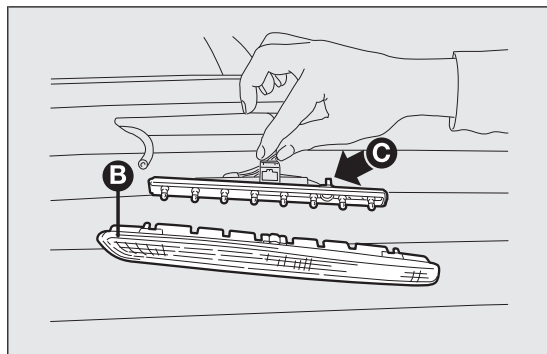

fig. 153
- ☐ extraire le groupe transparent B fig. 153 et débrancher le connecteur électrique ;
- ☐ en exerçant une pression sur les ailettes C fig. 153 extraire la douille ;